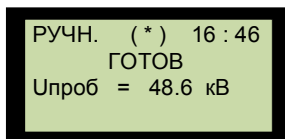
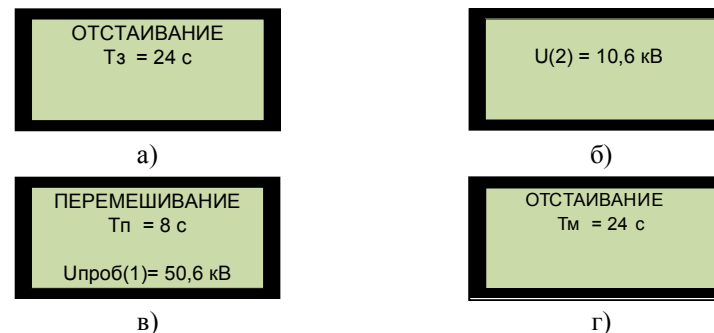

Рисунок 5
Рисунок 6.
В ручном режиме управления установкой параметры  $V$  и  $\sigma_u$  не рассчитываются и на индикаторе не отображаются (см. рисунок 5).
2) После выполнения установленного оператором цикла работы. Если управление установкой осуществлялось в ручном режиме, то на экране отображается значение напряжения последнего пробоя (рисунок 5). В автоматическом режиме управления выполняется заданное оператором количество пробоев и на индикаторе отображается рассчитанное среднеквадратическое значение пробивного напряжения, нормированное значение коэффициента вариации, значение среднеквадратической ошибки (см. пп. 5.4).
4.14 После нажатия кнопки "ПУСК", установка переходит в режим "Работа". Если был выбран автоматический режим управления, установка начнет выполнять последовательность действий согласно алгоритма, приведенного на рисунке 3. Вся текущая информация отображается на жидкокристаллическом индикаторе: значение оставшегося времени отставания после заполнения ячейки –  $T_z$  (рисунок 6а); текущее значение действующего напряжения, приложенного к электродам ячейки (рисунок 6б); оставшееся время перемешивания –  $T_p$  (рисунок 6 в); время отставания после перемешивания –  $T_m$  (рисунок 6г).
На время перемешивания после пробоя в нижней строке индикатора отображается значение напряжения последнего пробоя (рисунок 6в). После окончания полного цикла работы установка переходит в режим "Готовность".
Если был выбран ручной режим управления, на индикаторе отображается текущее значение действующего напряжения, приложенного к электродам ячейки (рисунок 6б). После пробоя установка переходит в режим "Готовность" (см. рисунок 5).